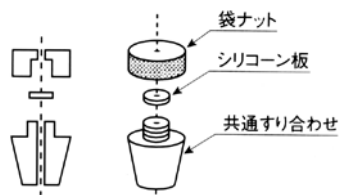

図8 ストッパー
- シリコンゴム片を取り外し滴定セルの側栓に取り付けてあるストッパー（図8）に注射針を差し込んで試料を注入します。